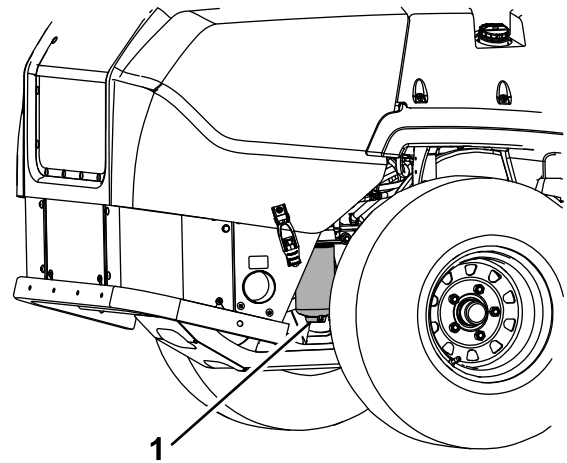

Figura 40
4. Abra el tapón de vaciado del separador de agua aproximadamente una vuelta para que se vacíen el agua y otros contaminantes (Figura 40).